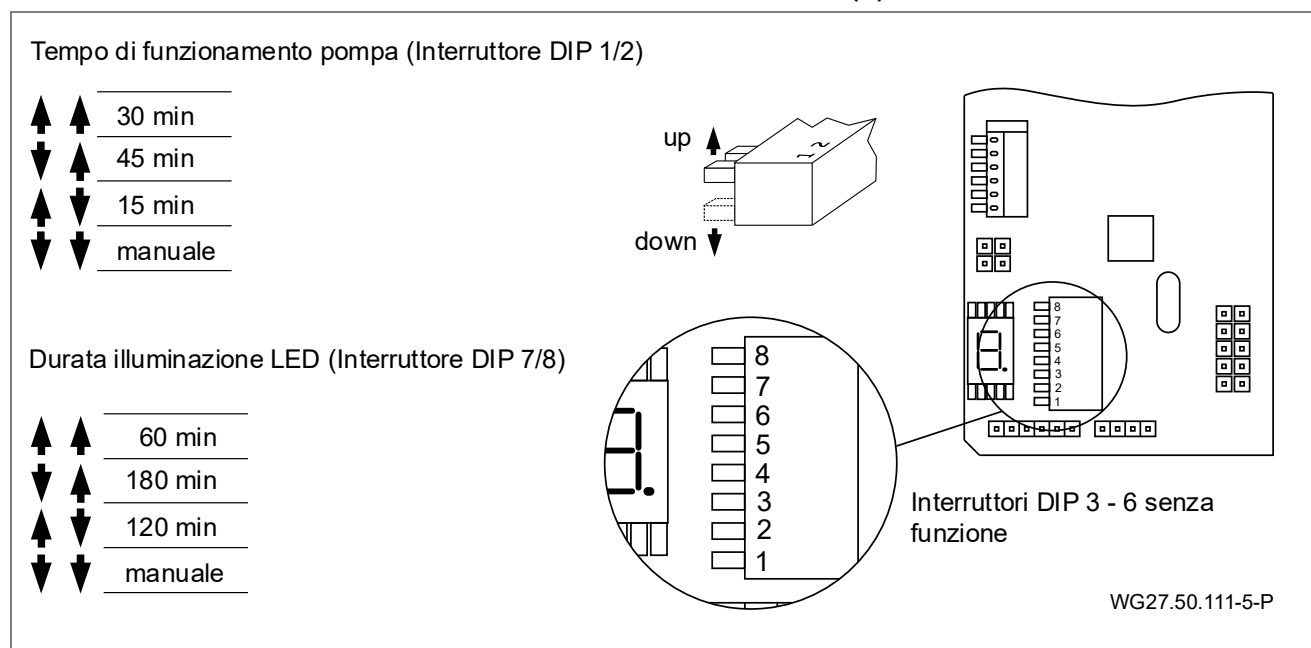

Fig. 30
3. Scaricare il tubo di aspirazione e di mandata poggiando su un sostegno. Vedere "Fig. 30".